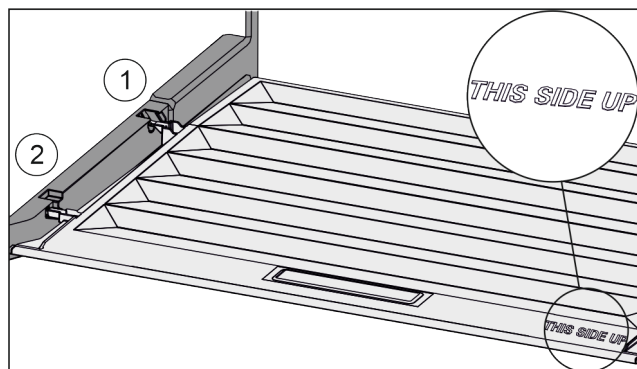

Fig. 55
- Skyv inn dekseltrinn via åpningen til bakre holder Fig. 55 (1) og klikk dem på plass i fremre holder Fig. 55 (2).